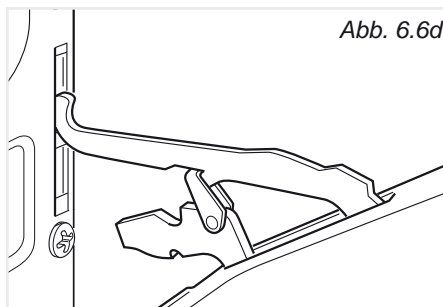

Abb. 6.6d
4. Ofentür nach vorne abziehen (Scharniere lösen sich aus den Schlitten) (abb. 6.6d).